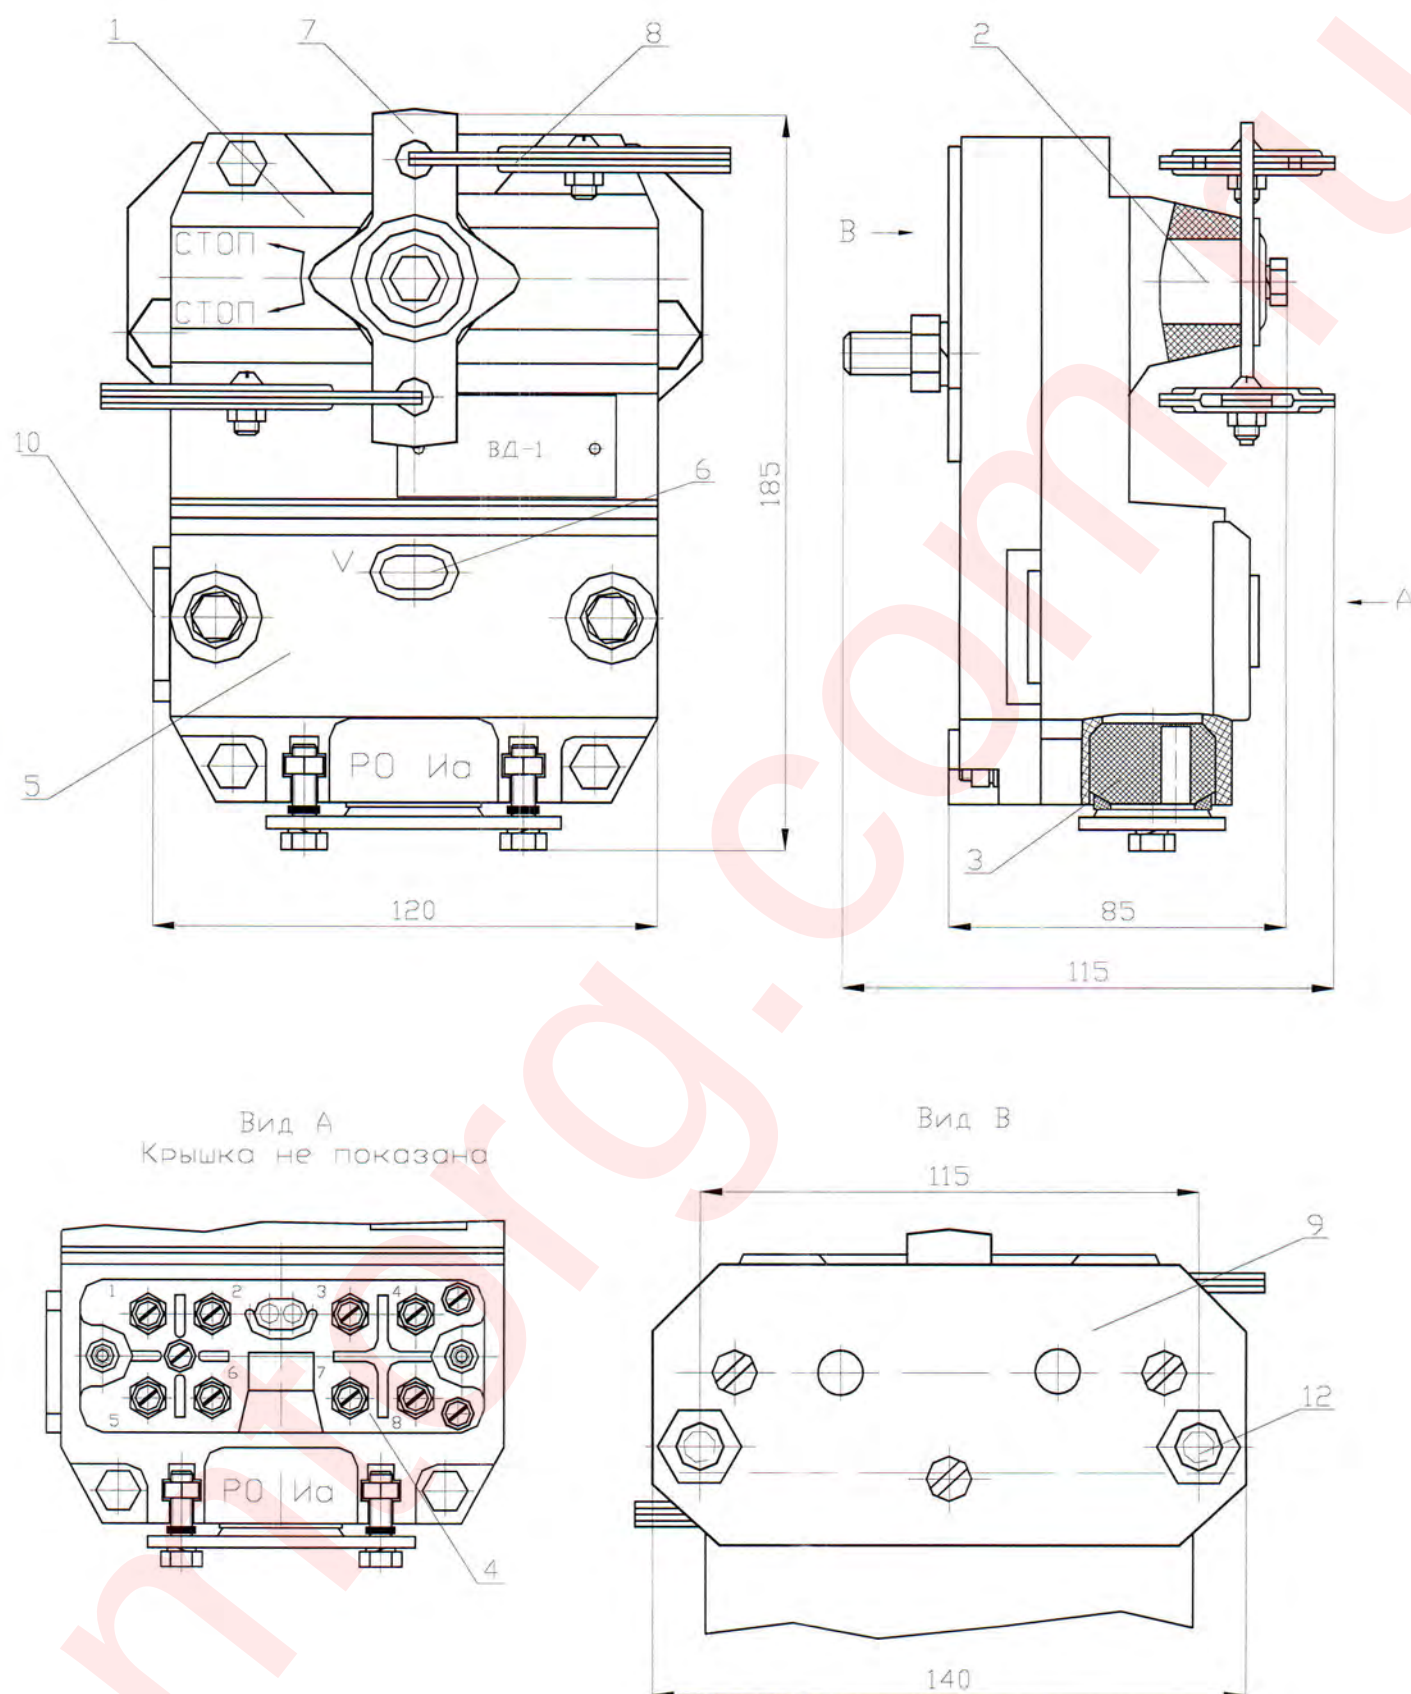
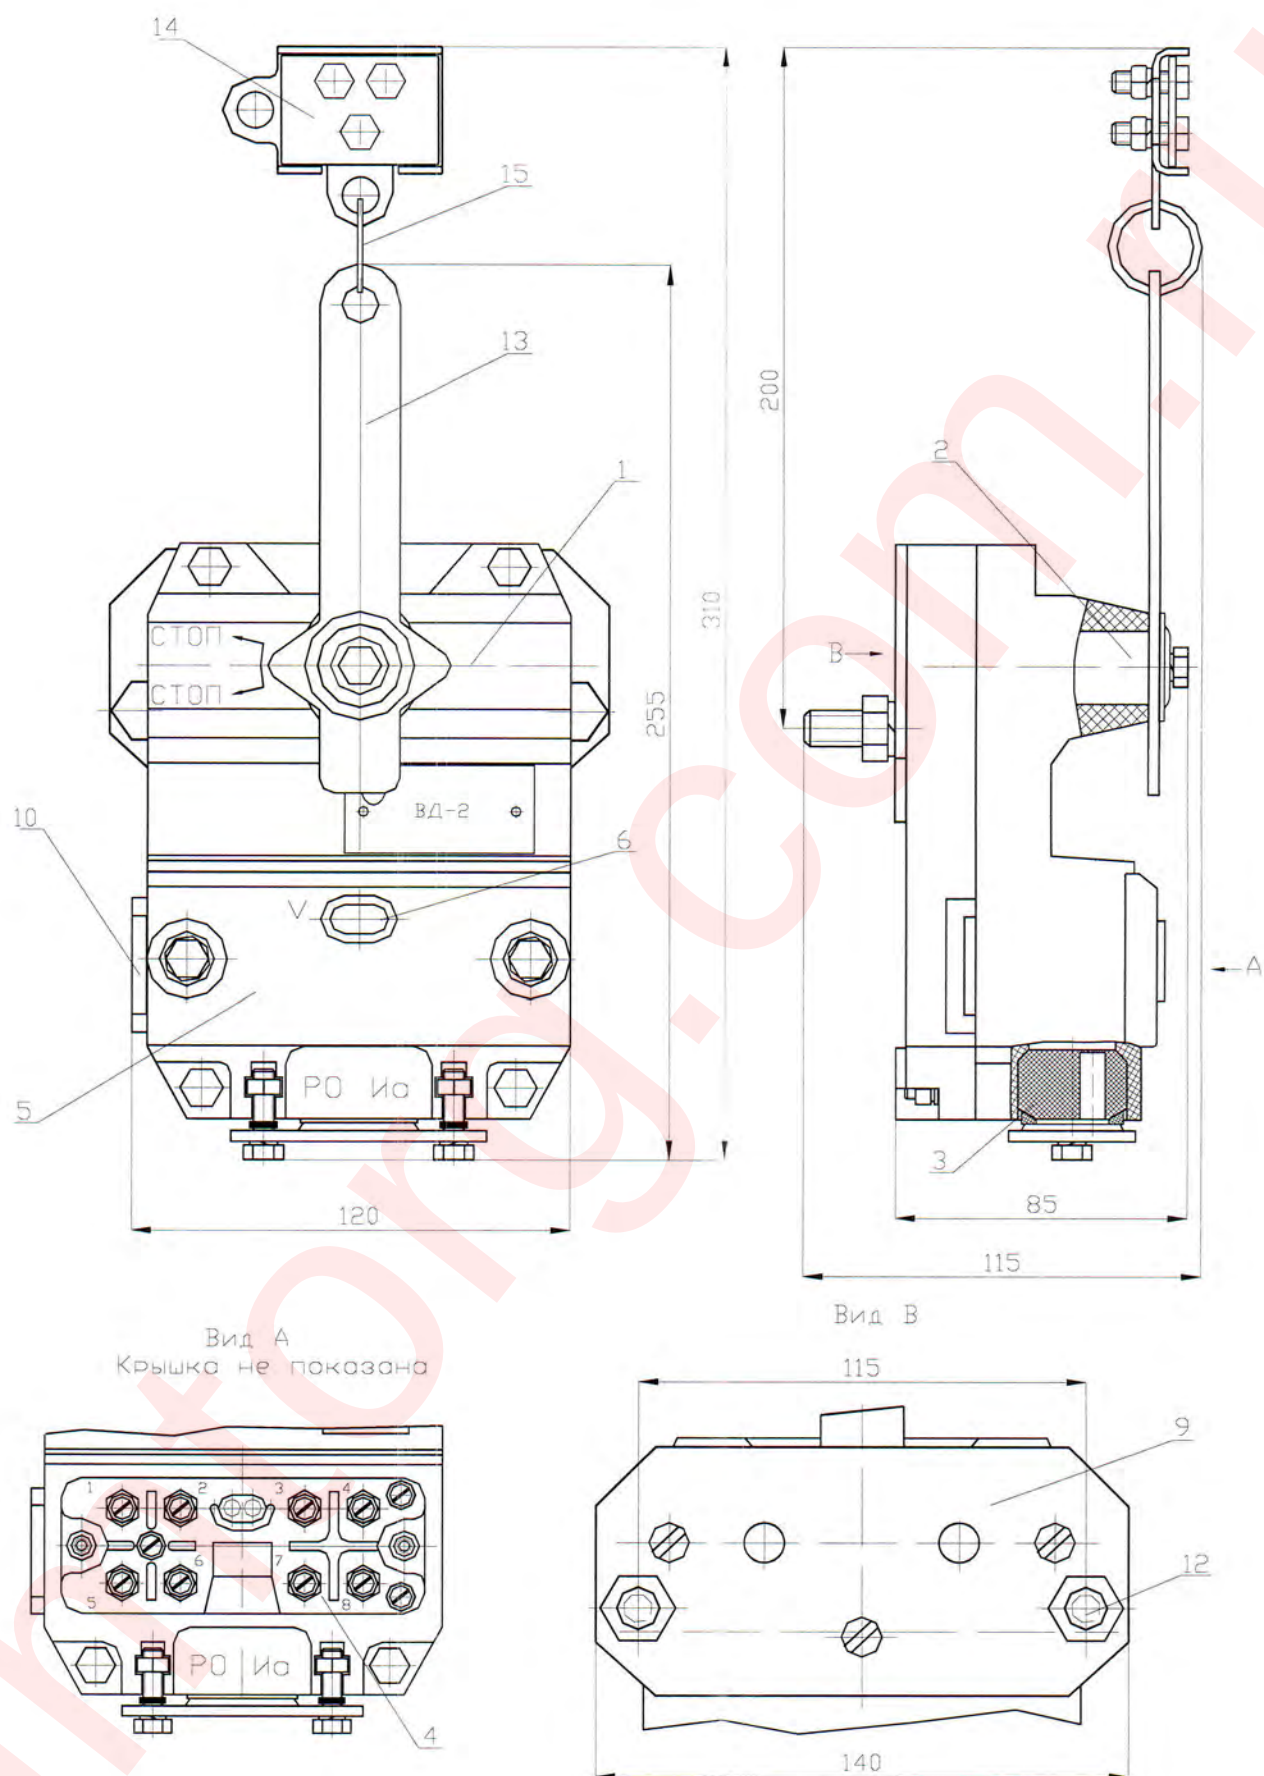
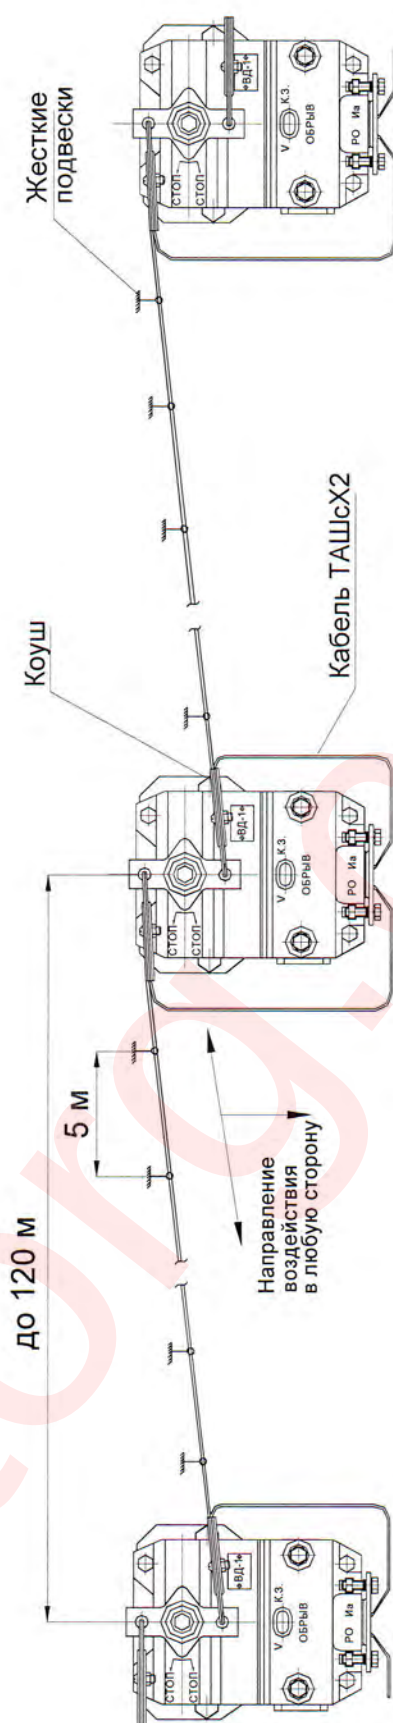
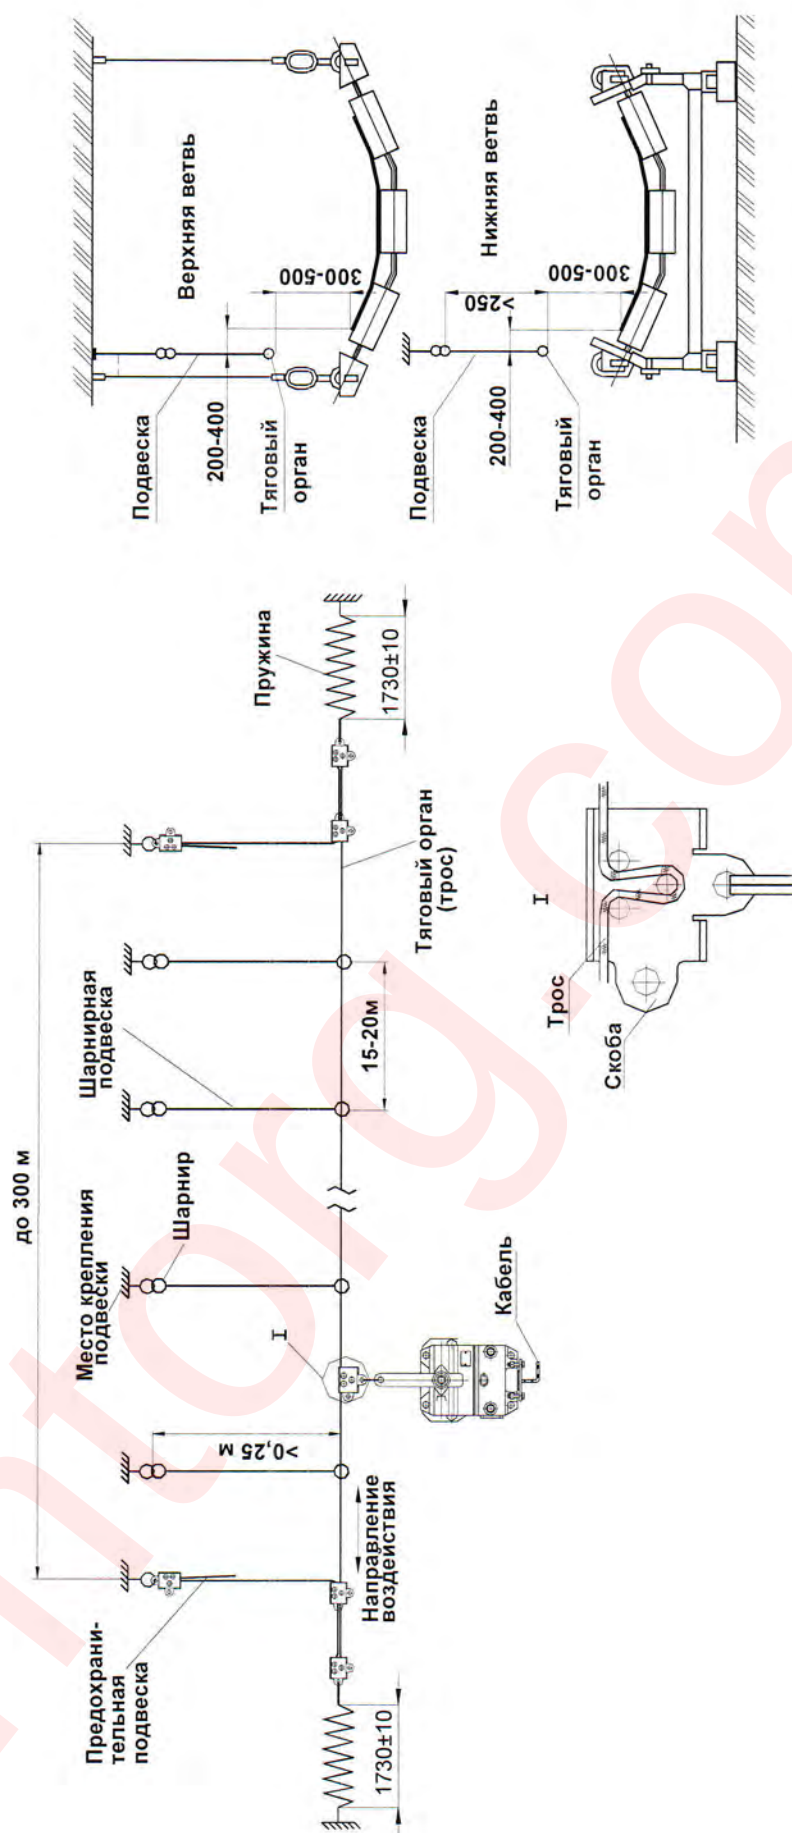

Рисунок 1. Общий вид выключателя ВД-1 220В
Рисунок 2. Общий вид выключателя ВД-2 220В
Рисунок 7. Установка выключателей ВД-1 220В на грузовом конвейере
Рисунок 8. Установка выключателей ВД-2 220В на грузопассажирском конвейере
6.1 Общий вид выключателей ВД-1, ВД-2 и ВД-3 приведен на рис. 1, рис. 2. и рис. 3. Выключатели состоят из корпуса 1, вала привода 2, вводного устройства 3, камеры ввода 4, крышки 5 с окном индикации 6, поводка привода 7 (выключателя ВД-1), поводка привода 12 (выключателя ВД-2) и поводка привода 16 (выключателя ВД-3). Для установки выключателей на конвейере на ВД-1 и ВД-2 имеются планки 9, а на ВД-3 планка 15. Вводное устройство допускает подвод до трех кабелей.
6.2.2 Установка и способ присоединения кабель-троса¹ (троса) к выключателю ВД-1, с автоматической фиксацией отключенного состояния, показан на рис. 7. После прекращения воздействия на трос, вал привода фиксируется и не восстанавливает свое первоначальное положение. Расфиксация выключателя производится вручную, в соответствии с п. 6.1.5.
6.2.3 Способ присоединения поводка датчика ВД-2 к тросу тягового органа показан на рис. 8. Автоматическая фиксация привода выключателя в сработавшем положении происходит при любом направлении воздействия на трос тягового устройства. Воздействие на трос возможно, как пассажирами с движущейся ленты, так и персоналом находящимся рядом с конвейером. Расфиксация выключателя производится вручную, в соответствии с п. 6.1.5.
6.2.4 На рис. 8 приведена схема расположения устройства экстренной остановки с выключателем ВД-2 на грузопассажирском конвейере. Для остановки конвейера пассажиру необходимо взяться рукой за трос и удерживать его до прекращения перемещения. После чего отпустить. При воздействии, одна из пружин тягового устройства растягивается, а другая сокращается и уменьшает при этом величину прикладываемого усилия. Поводок привода выключателя, соединенный с тросом, поворачивается, и вал привода фиксируется.
7.1 Монтаж выключателей ВД-1 показан на рис. 7. Их установочные и габаритные размеры показаны на рис. 1. Выключатели закрепляются на металлоконструкции конвейера с установочной базой 115 мм. На рис. 7 показан также и способ присоединения троса к выключателям. При воздействии на трос линии экстренного отключения происходит поворот привода по часовой стрелке в положение "СТОП". При прекращении воздействия на трос, привод восстанавливает свое первоначальное положение с усилием обратного хода не менее 90 Н. Такое усилие обеспечивает установку выключателей на расстоянии до 120 м друг от друга вдоль конвейерной линии при угле её наклона до 18°. Фиксация выключателя в отключенном состоянии производится вручную, поворотом поводка привода против часовой стрелки.
7.2 Монтаж выключателя ВД-2 показан на рис. 8. Их установочные и габаритные размеры показаны на рис. 2. Первоначально вдоль конвейерной линии на металлоконструкциях конвейера или выработке устанавливаются шарнирные подвески на расстоянии друг от друга до 20 м. Шарнирный зацеп подвески обеспечивает ее отклонение при воздействии на трос тягового органа, исключая проскальзывание последнего в проушинах подвесок. После этого на стенках выработки или на самом конвейере закрепляются уравнивающие пружины. Тяговый трос соединяется со свободными концами пружин и пружины предварительно растягиваются, создавая натяжение троса, что дает возможность вложить его в подвески без провисания. После этого необходимо произвести дорастяжку пружин так, чтобы длина каждой составила 2570 ± 5 мм.
ка конвейера таким образом, чтобы при его соединении с тяговым тросом не нарушалась прямолинейность тросовой трассы, а привод выключателя занимал вертикальное положение. На последнем этапе монтажа необходимо поправить положение подвесок так чтобы они занимали вертикальное положение. Соединение троса с выключателем показано на рис. 8. Для закрепления троса и для соединения его с пружинами используются скобы и зажимы, входящие в комплект тягового устройства.